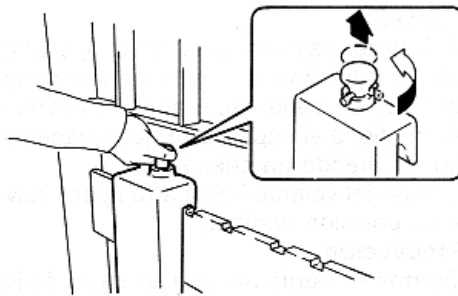

Fig. 2.19 Horquilla
- Levante cada pasador de las horquillas para soltarlas, de manera que éstas puedan ser movidas hacia la izquierda y la derecha. (Ver Fig. 2.19)